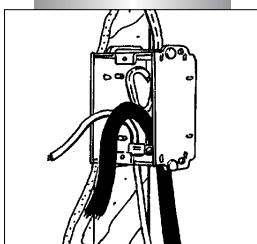

Fig. 4
3. Trim excess length of supply branch circuit, cold lead and temperature sensor cables, as necessary, leaving about 6" (15 cm) projecting from the Electrical Connection Box (ECB), see Figure 4.
3. Couper la longueur excédentaire des fils d'alimentation, des conducteurs froids et du fil du capteur de température, au besoin, en laissant des longueurs d'environ 15 cm (6 po) à l'extérieur du boîtier (voir la figure 4).